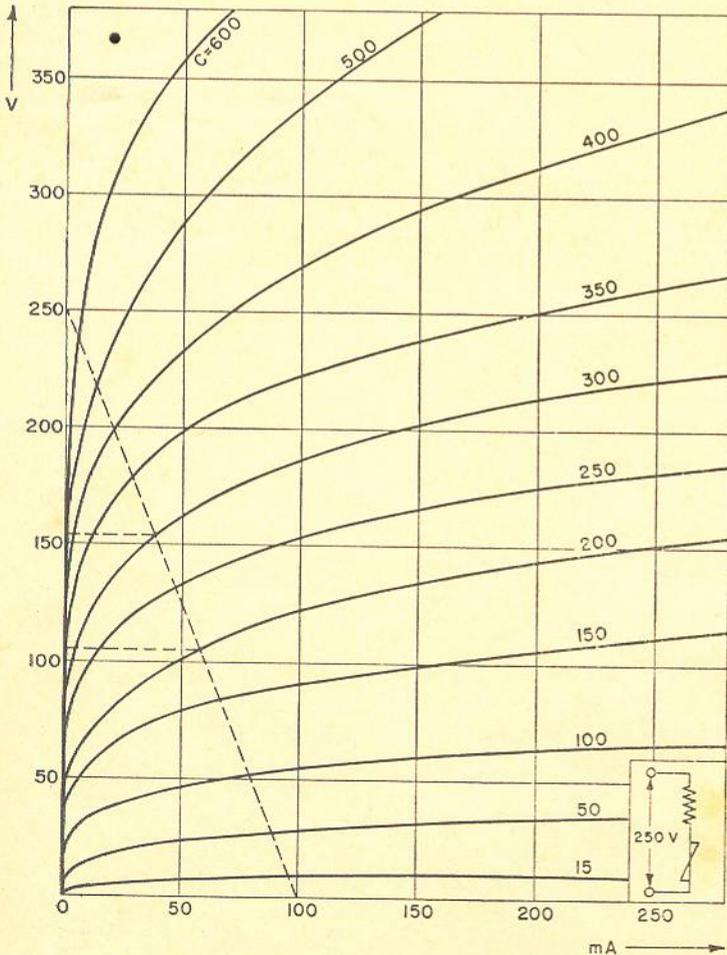
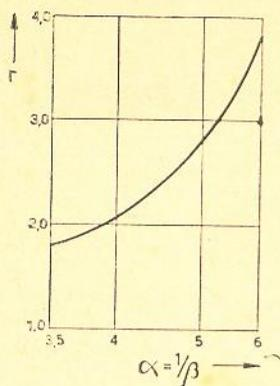

Figura 3
Figura 4
mita efetuar a maioria dos cálculos, é muitas vezes conveniente usar as curvas de um VDR representadas em escala linear. Isto é particularmente interessante quando o VDR trabalha em série com um resistor fixo. No gráfico linear pode-se traçar uma reta de carga correspondente ao resistor fixo e determinar prontamente o ponto de operação do conjunto. A figura 3 mostra estas curvas, cada uma das quais corresponde a um valor particular de C, bem como a reta de carga de um resistor 2500 ohms.
Aplicando-se uma tensão com valor eficaz V_{rms} a um VDR, a corrente eficaz I_{rms} produzida pode ser calculada com o auxílio do gráfico da figura 4, onde
ca uma tensão alternada com valor eficaz de 150 volts. Com auxílio do diagrama da figura 3, determina-se que, aplicando 150 volts de tensão contínua, a corrente através do VDR será de 85 mA. Este é o valor I na fórmula acima. Por outro lado, $\alpha = 1/\beta = 5$; a curva da figura 4 nos permite então determinar $r = 2,8$. Portanto $I_{rms} = I \times r$ ou seja, $I_{rms} = 85 \times 2,8$ resultando o valor eficaz da corrente $I_{rms} = 238$ mA.
- 3 — O terceiro método utiliza o arranjo da figura 3 e tem o inconveniente de necessitar de dois marcadores. Contudo, poder-se-á usar como 2.º marcador um gerador de sinais de R.F. que possua ótima estabilidade e tenha uma tolerância de pelo menos 1/2%.